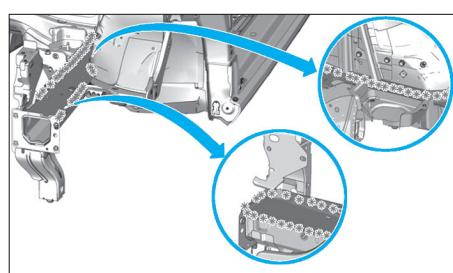

FIG. 14
- Fraiser les points de soudure de la semelle de longeron (Fig.14).